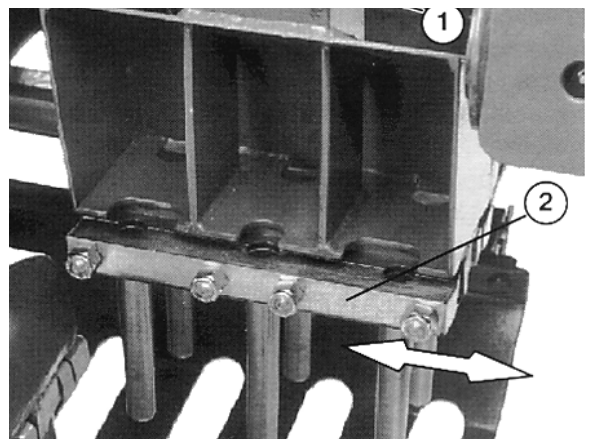

Fig. 16
Bemærk: Skulle større komponenter i pick-off gearkassen svinge, vil gearolien blive forurenet og skal tappes af. Gennemskyl gearkassen og påfyld ny olie. Olieaftapningsproppen i gearkassen sidder under dækslet foran på gearkassen (fig. 16).
1. Tag fat i hvert stampeaggregat forinden og forsøg at bevæge aggregatet til siden i hver retning (fig. 16). Bevæg ikke aggregatet frem og tilbage. Der bør kun være lidt eller ingen bevægelse i aggregatet. Hvis der er bevægelse, skal man gå videre til punkt 2. Hvis der er lidt eller ingen bevægelse, kontrollér det næste aggregat.